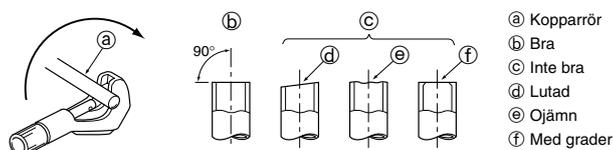

Fig. 5-2
5.2.1. Sk ra av r r (Fig. 5-2)